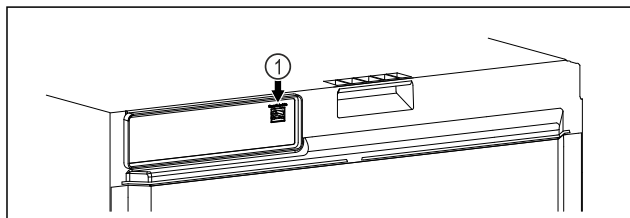

Fig. 119
- ☐ SmartModule Fig. 119 (1) è inserito.